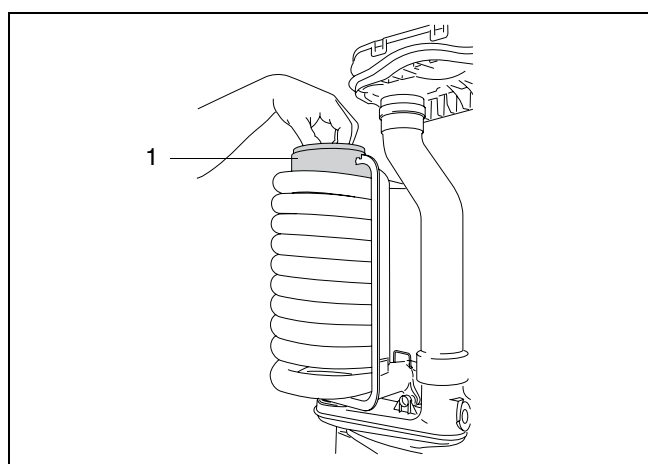

fig. 37 Fjernelse af røggas cylinder
- Røggasfortrænings cylinder tages ud af varmeveksleren (fig. 37, pos. 1).